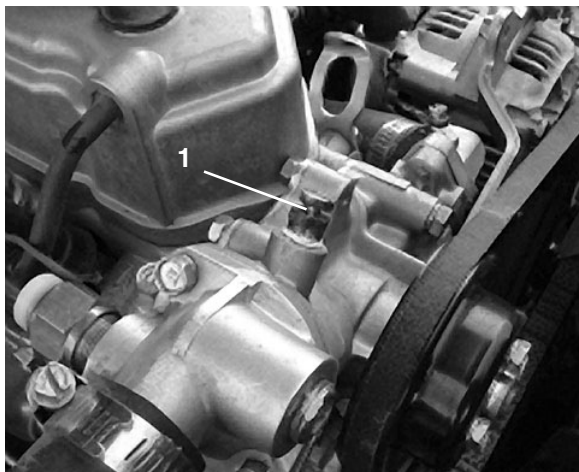

Figure 44
5. Ouvrez la vis de purge en haut de la pompe à eau (Fig. 44).